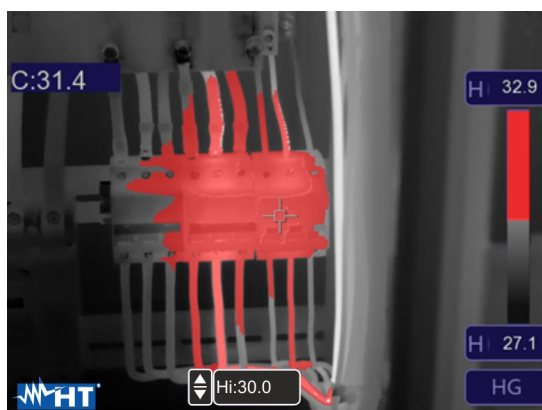

Fig. 41: Selezione isoterma Allarme sopra Temp.
5. Toccare il campo "Hi" nella parte bassa del display e usare i tasti freccia ▲ o ▼ per impostare il valore della soglia di temperatura **massima** oltre il quale lo strumento mostra i punti dell'immagine in colore rosso e in grigio i restanti punti (vedere Fig. 41)